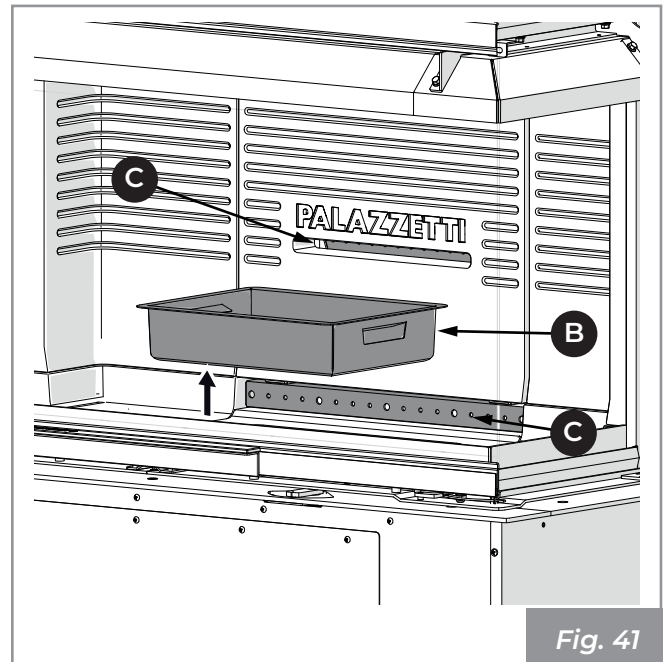

Fig. 41
- 2) Extraer el cajón de cenizas (B) de la base y aspirar la ceniza eventual depositada en los compartimientos subyacentes (Fig. 41).
- 3) Aspirar los orificios delanteros y traseros (C) del distribuidor de aire comburente para evitar acumulaciones de cenizas (Fig. 41).